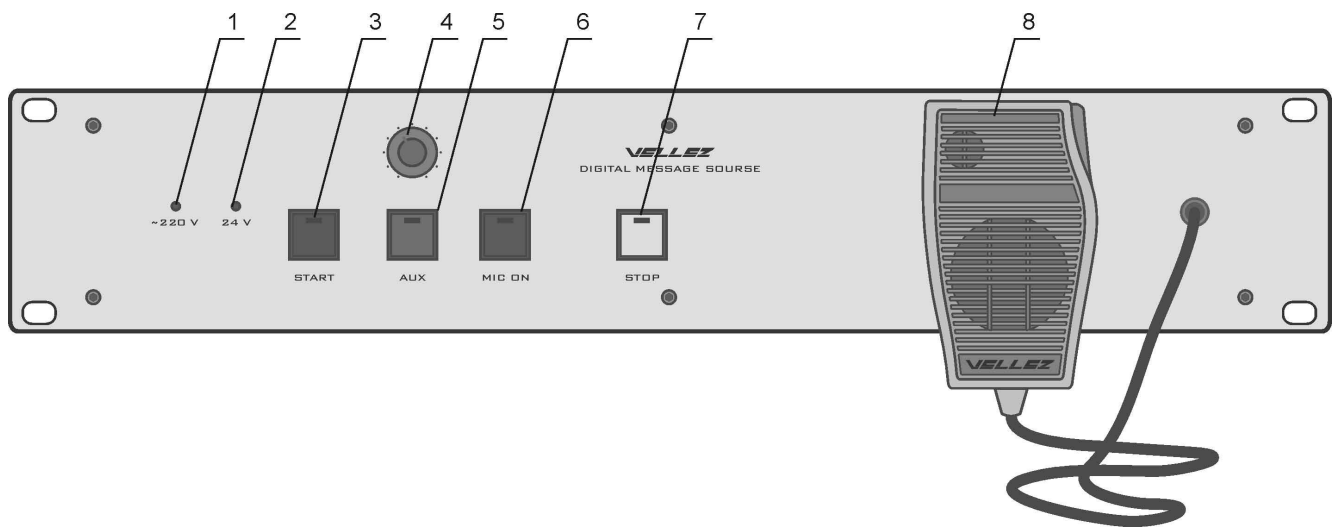

Рисунок 7
9.2.1. Розміщення органів управління на передній панелі ЦДП та їх призначення вказано на рис. 7.